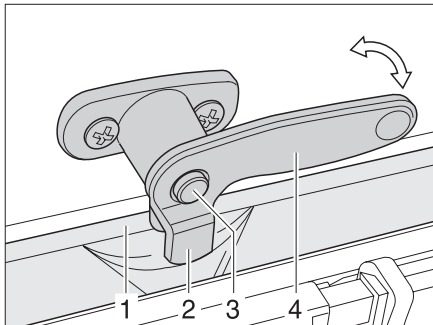

Bild 27 Verriegelungshebel mit Sicherungsknopf in Stellung „Dauerbelüftung“
- ▶ Falls vorhanden, den Sicherungsknopf (Bild 27,3) drücken und gedrückt halten.